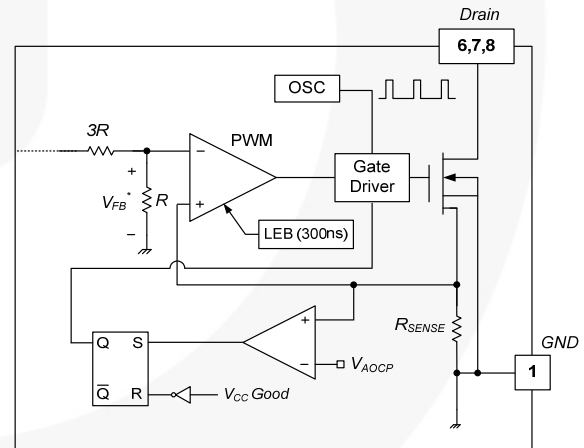

图 23. 异常过流保护
4.2 异常过流保护 (AOCP): 当次级整流二极管或变压器引脚短路时, 在最小导通时间内有一个具有极高 di/dt 的陡波电流流过 SenseFET。虽然 FSL137MRIN 具有过载保护功能, 在那种异常情况下仍不足以保护 FSL137MRIN, 这是因为触发 OLP 前有很大的电流应力施加在 SenseFET 上。内部 AOCP 电路如图 23 所示。当栅极导通信号被施加到功率 SenseFET 时, AOCP 模块被启用并通过感测电阻监控电流。电阻两端的电压与预置 AOCP 电平进行比较。如果感测电阻电压大于 AOCP 电平, 设置信号被施加到 S-R 锁存, 导致 SMPS 关断。